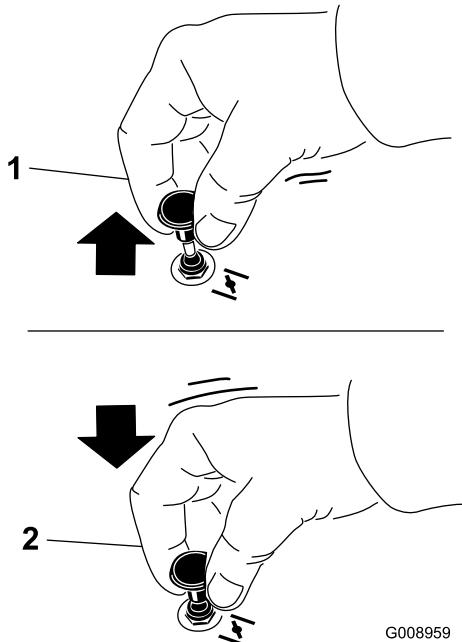

Bild 29
- Ziehen Sie das Choke-Handrad heraus, um den Choke zu aktivieren, bevor Sie das Zündschloss verwenden (Bild 29).
- Drücken Sie den Choke herein, um den Choke zu deaktivieren, wenn der Motor angesprungen ist (Bild 29).